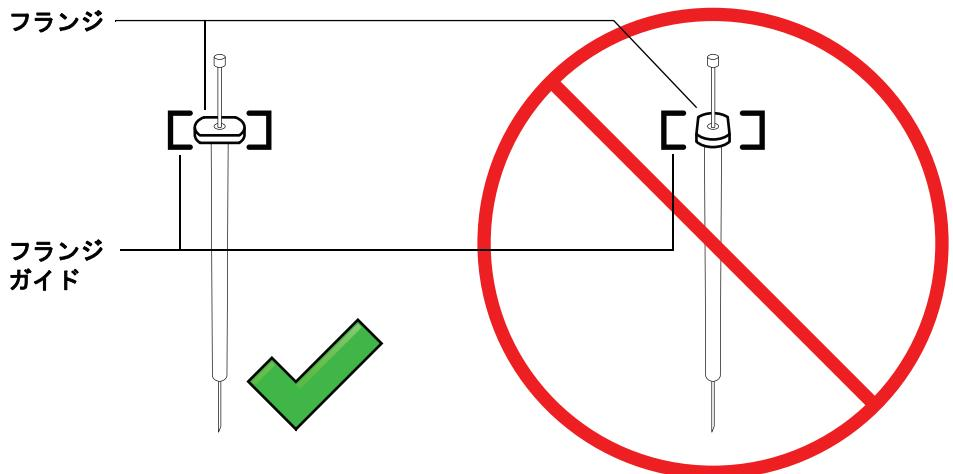

図 68 シリンジフランジの向き
- 7 シリンジフランジをフランジガイドに合わせ、シリンジを押してはめ込みます。ニードルの先端がニードルサポートフットのガイドホールに通ったままにしておきます。必ず、シリンジフランジの平らな端が外側に向くようにします（図 68）。